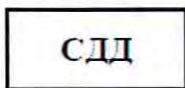

Рисунок 8. Управляющая директива.
7.3.2 ДСП в присутствии старшего электромеханика вводит на ПЭВМ РМ ДСП, находящуюся в рабочем режиме, управляющую директиву (Рисунок 8).